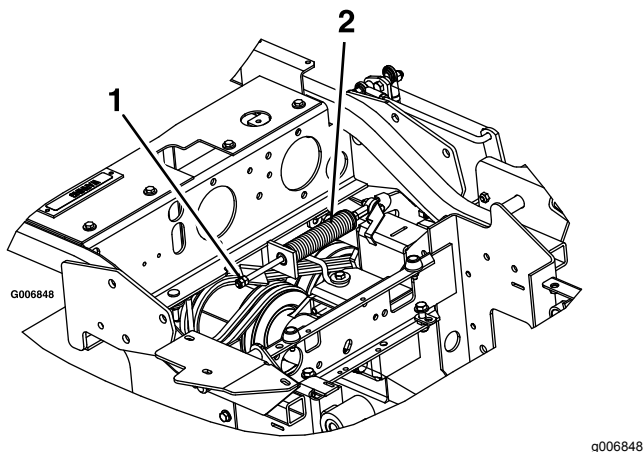

Figura 60
3. Localice el muelle del freno y desenrosque las dos contratuercas hasta el extremo de la varilla del muelle del freno (Figura 60).